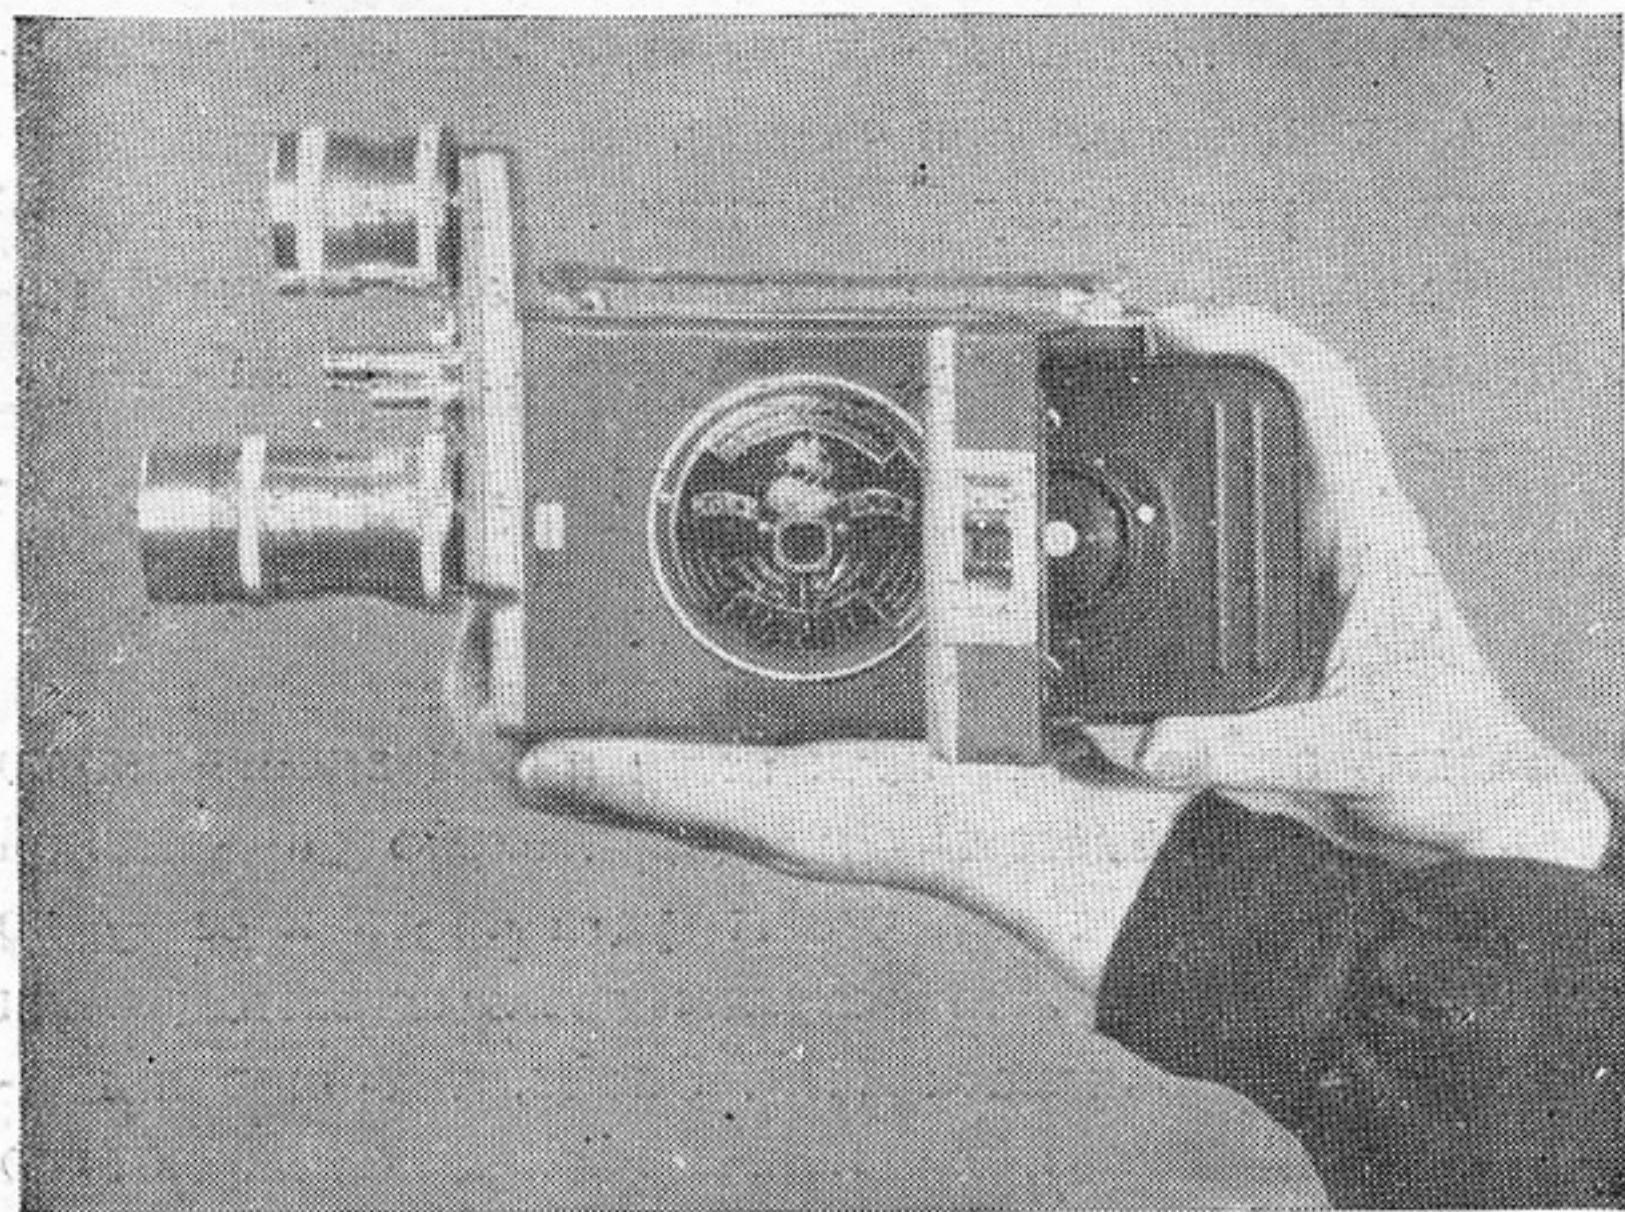

Рис. 5.
Зарядка аппарата производится путем вдвигания во внутрь корпуса кассеты, предварительно заряженной кинопленкой. Для того, чтобы установить кассету во внутрь аппарата, нужно захваты замка сжать (16) и открыть дверцу аппарата (17). Затем, удерживая кассету крышкой влево, правой рукой ее вдвигают во внутрь аппарата (рис. 5). При вдвигании кассеты поводок, расположенный на верху кассеты, автоматически открывает экспозиционное окно и, наоборот, когда кассету вынимают из аппарата, окно вновь закрывается.